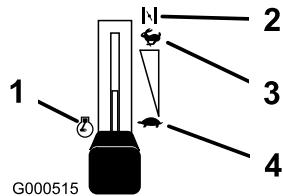

Figure 9
6. Lorsque le moteur a démarré, amenez progressivement la manette d'accélérateur en position de haut régime (Figure 9). Si le moteur cale ou hésite, ramenez la manette d'accélérateur en position Starter pendant quelques secondes. Réglez ensuite la manette d'accélérateur à la position voulue. Répétez l'opération si nécessaire.
1. Placez la manette d'accélérateur en position de ralenti (Figure 9).